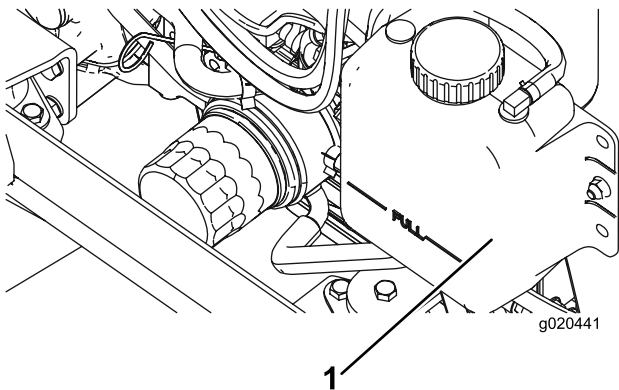

Figura 97
1. Retire cuidadosamente el tapón del radiador y el tapón del depósito de expansión (Figura 97).